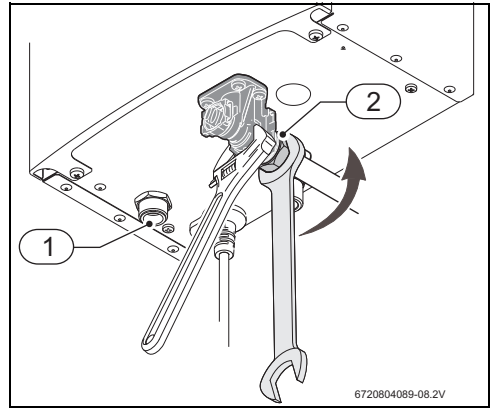

Fig. 15 Conexión de agua
- ▶ Cuando apretar la conexión de agua fría, fijar el modulo de agua conforme indicado en la Fig. 15.